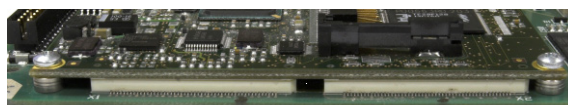

Figure 3-56 : Connecteurs de la carte ETX bien logés
5. Installez les vis pour fixer la carte à la carte principale. Deux de ces vis sont également fixées au guide inférieur de la carte. Cette barre est asymétrique et doit être installée dans le sens indiqué sur la Figure 3-56. L’extrémité la plus longue est orientée vers la pile de la carte principale.